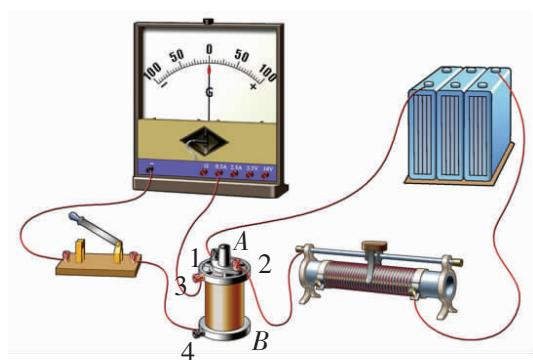

图 1-2-7
4. 某同学做研究产生感应电流的条件的实验，将电流表、线圈 A 和 B、蓄电池、开关用导线接成如图 1-2-7 所示的实验电路，当他接通、断开开关时，电流表的指针都没有偏转，请你帮他查出原因并改正。